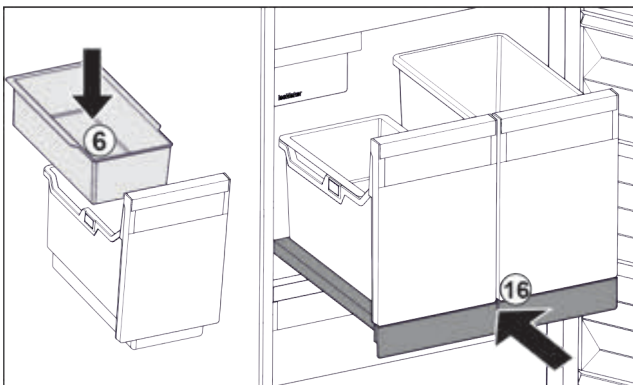

Fig. 87
- ▶ Вставити підвісний лоток Fig. 87 (6) для кубиків льоду.
- ▶ Вставити витягну панель з резервуаром (IceTower). Fig. 87 (16)